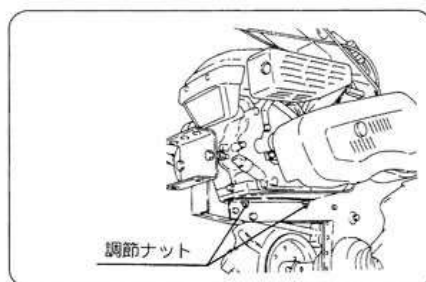

図41A
- ⑤ 調節ナットの調整だけでは、不完全な場合はエンジンの固定ボルトをゆるめ、エンジンの位置を前後に移動して、調整してください。(図41A)